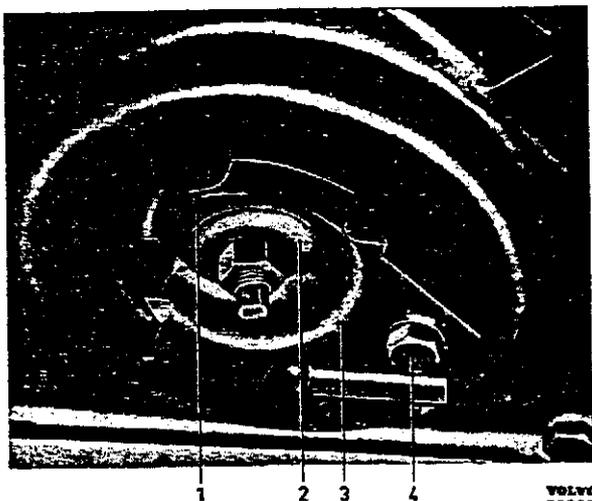

Abb. 2 Untere Halterung des vorderen Stoßdämpfers
4. Stoßdämpfermuttern und Scheiben sowie äußere Gummibuchsen (3, Abb. 1; 1, Abb. 2) ausbauen. Schraube (4, Abb. 2) für die Befestigungsplatte (3) entfernen und die Scheibe sowie den Stoßdämpfer nach unten herausziehen.